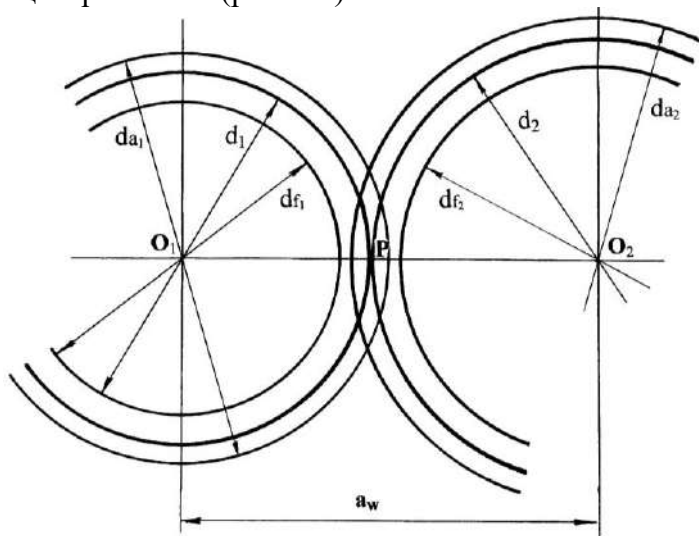

Рис. 4.3. Окружности вершин и впадин зубьев колес
4. Провести окружности вершин и окружности впадин каждого колеса. Окружность вершин одного колеса не должна касаться и, тем более, пересекать окружность впадин другого колеса. Расстояние между ними по линии центров должно быть равно радиальному зазору  $c = c^* m$  (рис. 4.3).